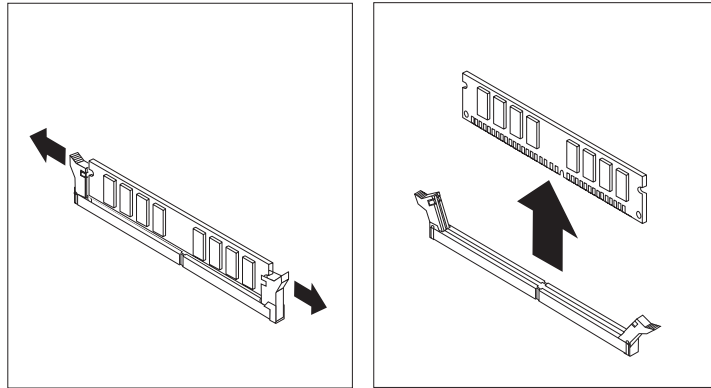

図 30. メモリー・モジュールの取り外し
4. 図のように固定クリップを開いて、古いメモリー・モジュールを取り外します。図 30を参照してください。